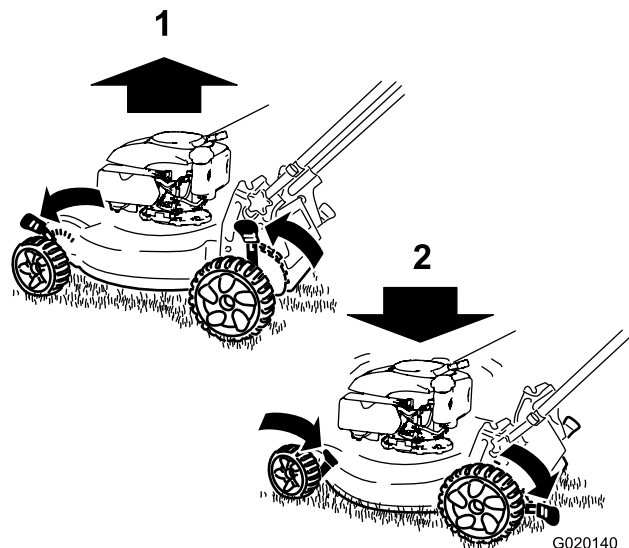

Figure 9
**Remarque:** Pour élever le plateau de coupe, déplacez tous les leviers de hauteur de coupe en avant ; pour abaisser le plateau, ramenez les leviers en arrière (Figure 9).